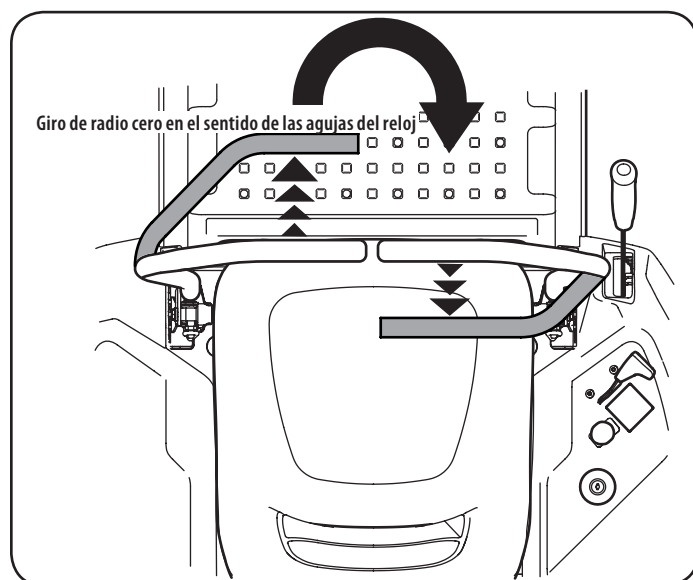

Figura 17
2. Para girar en el sentido de las agujas del reloj, mueva la palanca de control del lado izquierdo hacia adelante mientras mueve simultáneamente la palanca de control derecha hacia atrás. Vea la Figura 17.